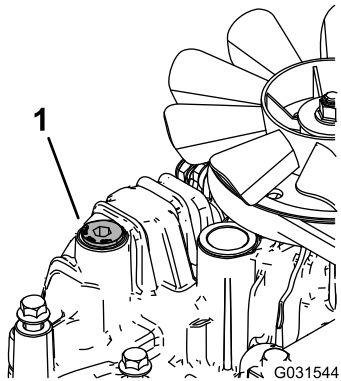

Bild 73
11. Lockern Sie die Entlüftungsschraube in jedem Getriebe, sodass sie lose ist und wackelt (Bild 73).